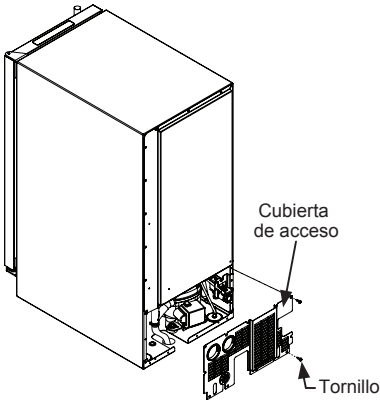

Figura 3
6. Retire la cubierta de acceso de la parte trasera de la máquina de hielo (Figura 3).